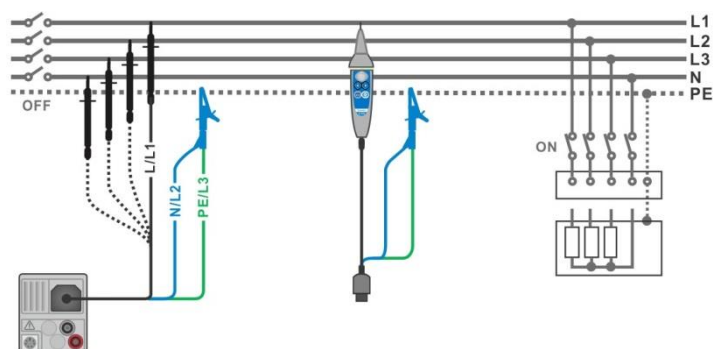
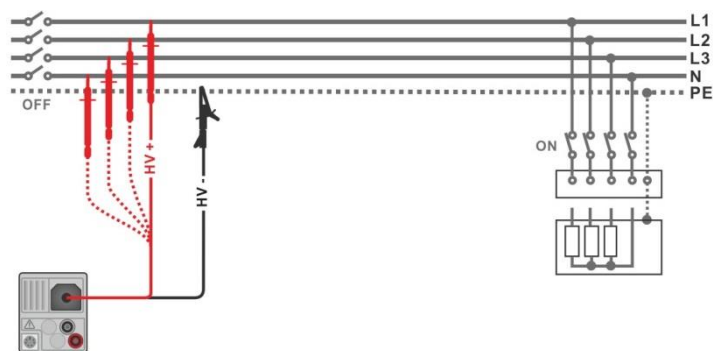

Figura 7.11: Conexión de una punta de prueba de tres hilos y la punta commander ( $U_N \leq 1 \text{ kV}$ )
Figura 7.12: Conexión de punta de prueba de 2,5 kV ( $U_N = 2,5 \text{ kV}$ )
- Conecte las puntas de prueba al objeto a prueba, vea la **Figura 7.11** y **Figura 7.12**. Debe utilizarse otro cable de prueba para las pruebas con tensión nominal  $\leq U_N 1000 \text{ V}$  y  $U_N = 2500 \text{ V}$ . También se deben utilizar bornes de prueba diferentes. Se pueden usar la punta de prueba estándar de tres hilos, el cable de prueba schuko o la clavija / punta commander para la prueba de aislamiento con tensiones con tensiones nominales de prueba de  $\leq 1000 \text{ kV}$ . Para la prueba de aislamiento de  $2500 \text{ V}$ , se debería usar la punta de prueba de  $2,5 \text{ kV}$ .